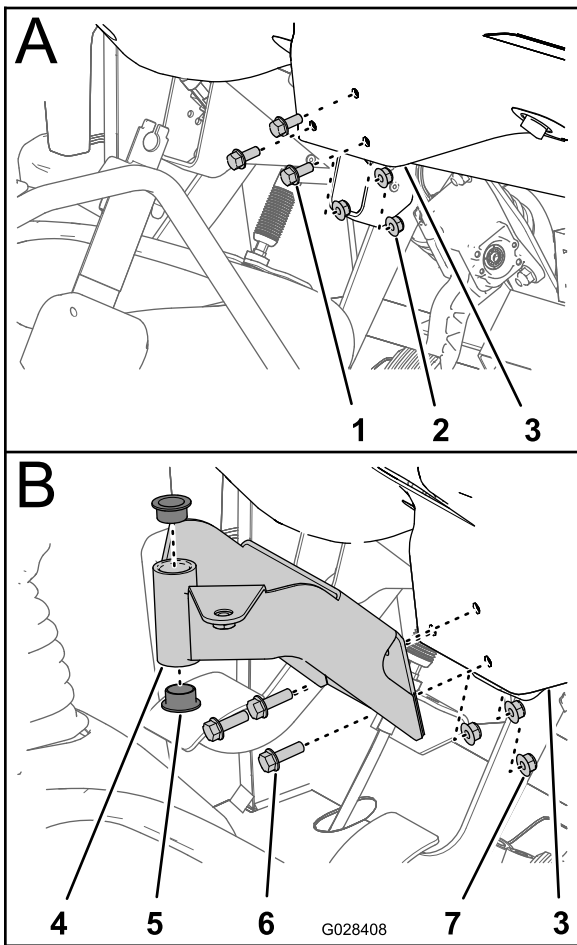

图 18
- 卸下将仪表板下中部固定到仪表板支架的 3 个螺栓和 3 个螺母图 18。
- 将控制台安装架中的孔与仪表板和支架中的孔对齐图 18。
- 按照图 18上紧螺母和螺栓的扭矩。
- 将 2 个塑料轴套插入安装架图 18。